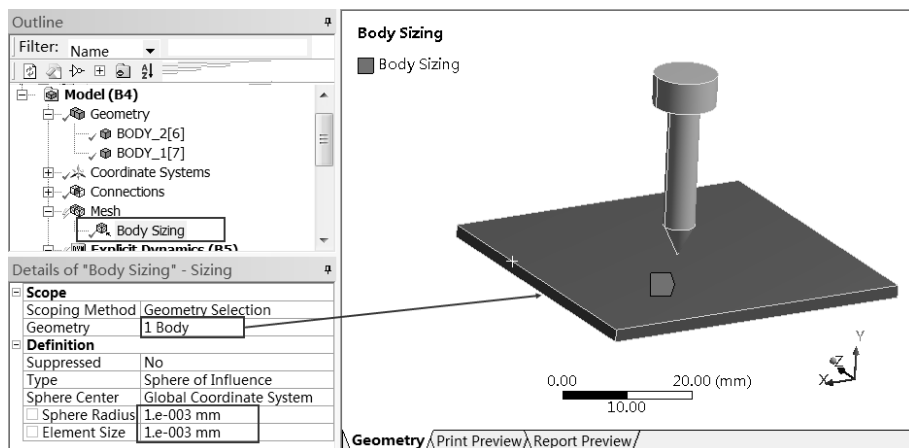

图 11-18 设置网格大小
Step3：选择 Sizing 命令使其加亮，在 Details of “Body Sizing”- Sizing（参数列表）面板中做如图 11-18 所示的设置。